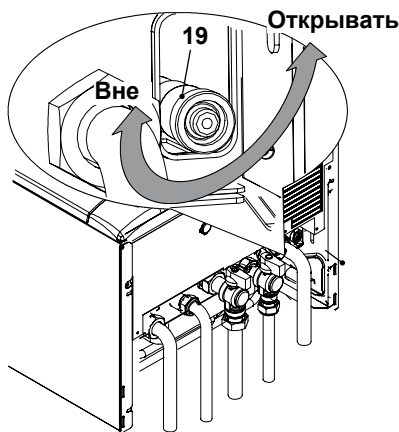

рис. 9.4
- Открутите кран слива первичного контура котла 19 указанный на рис. 9.4.